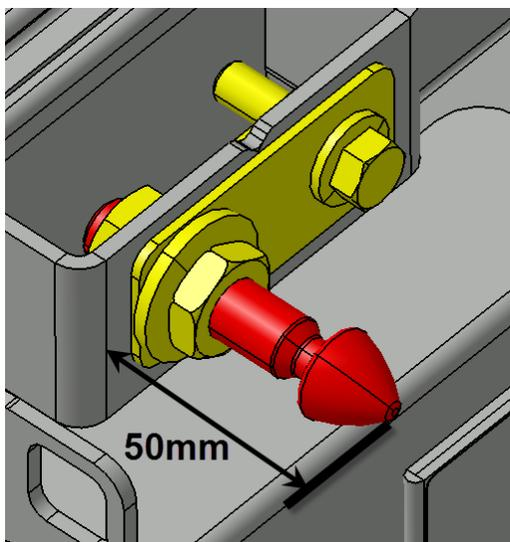

FIGURE 123:
11. Avant le premier essai de fermeture complète de la porte, assurez-vous que la goupille d'alignement/verrouillage n'exécède pas plus de 2" (50mm) de son support. (Figure 123:). Des dommages peuvent subvenir à la porte si cette condition n'est pas respectée.